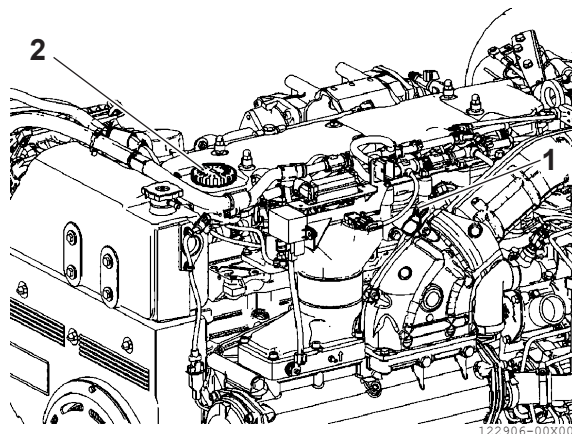

Figura 1
- Con la varilla de medición (**Figura 1 [1]**), compruebe que el nivel de aceite esté entre los límites «MIN» y «MAX».
- Si el nivel es demasiado bajo, retire el tapón correspondiente (**Figura 1 [2]**) y rellene por la entrada de la boca de llenado en el cabezal del cilindro observando las cantidades indicadas en la página 35.